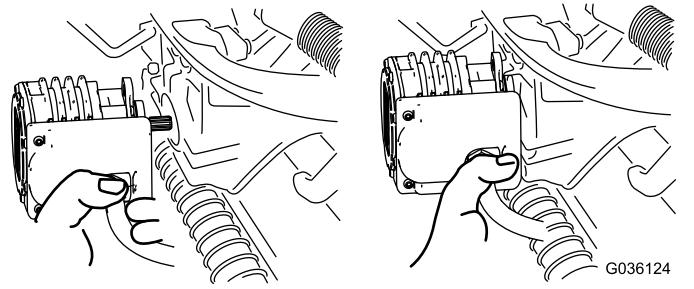

Figure 65
5. Amenez le moteur à la position de rangement sur l'avant du bras de suspension (Figure 65).